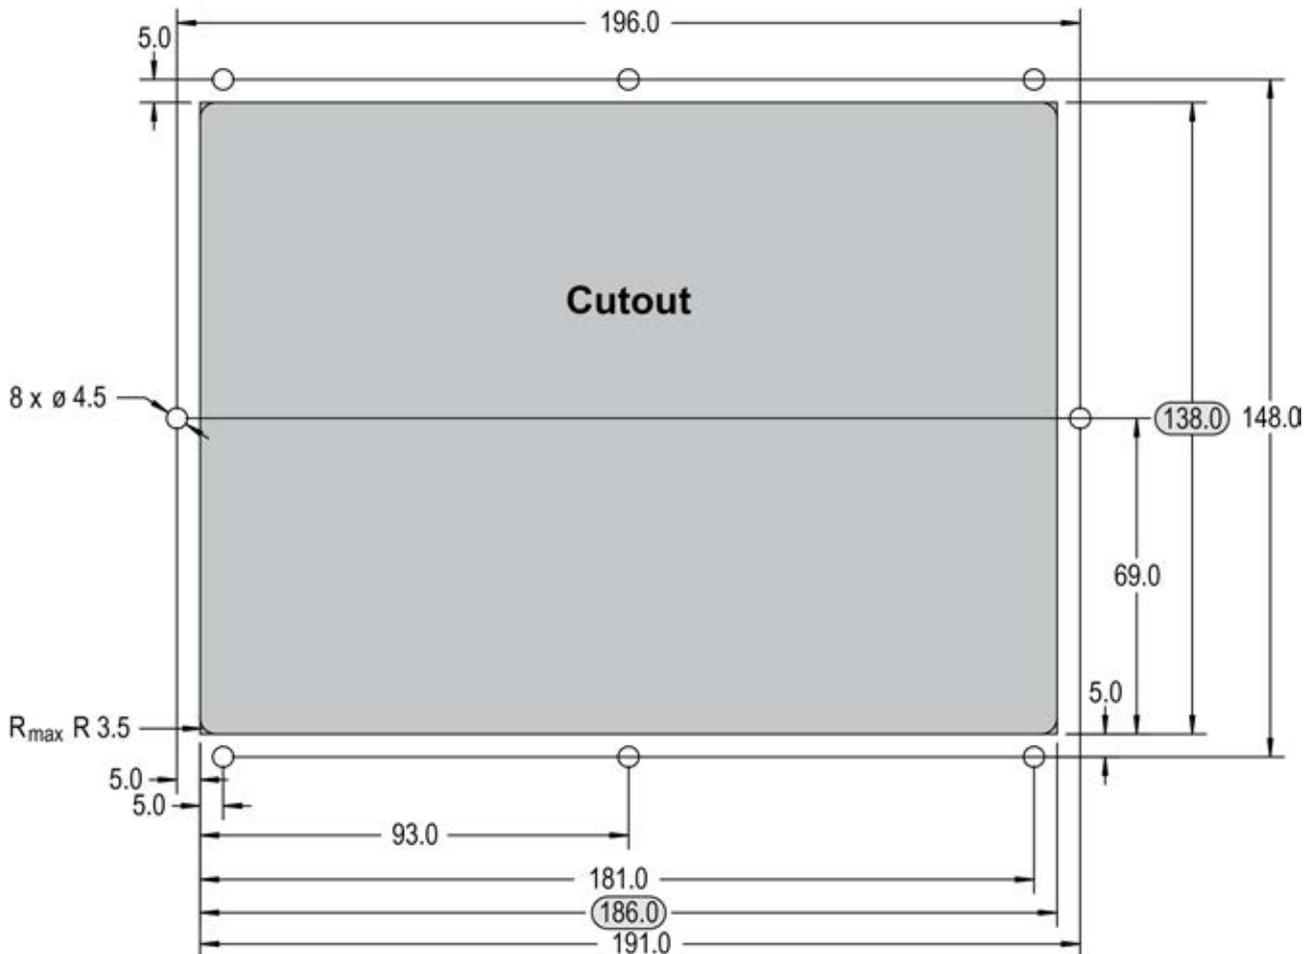

Abb. 16: Kunststoffgehäuse - Bohrschema
Das Gehäuse wird mit 8 Gewindebuchsen (Abb. 16) geliefert, die alle für die erforderliche Schutzart ordnungsgemäß angezogen werden müssen.
1. ➤ Schneiden Sie die Schalttafel aus und bohren Sie die Löcher entsprechend den Abmessungen in Abb. 16 (Abmessungen in mm dargestellt).